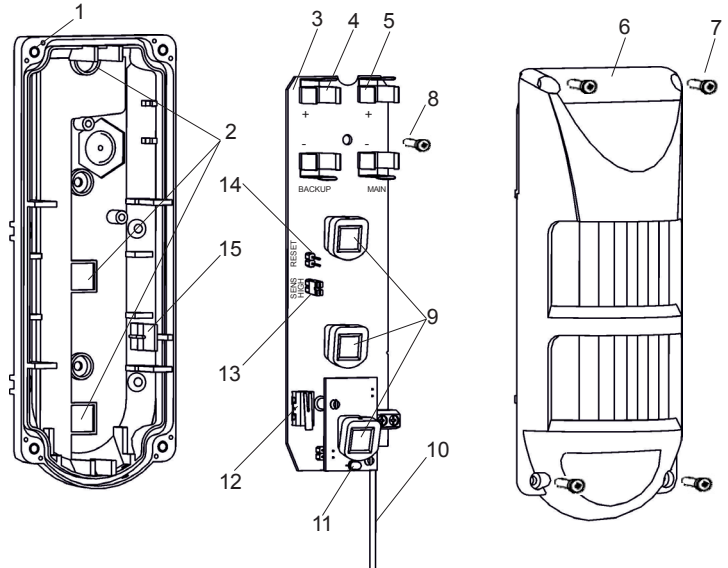

Рисунок 1 — Извещатель
Извещатель (рисунок 1) состоит из основания (1), печатной платы (3) и крышки (6). На печатной плате расположены держатели двух батарей CR123A — основной (5) и резервной (4), три ИК пироприемника (9), антенна (10), входит в комплект поставки, двухцветный световой индикатор (11), датчик вскрытия корпуса (12), переключатель и контакты SENS HIGH (13) и контакты RESET (14). Печатная плата фиксируется на основании защелкой (15) и винтом (8). Крышка (6) крепится к основанию (1) четырьмя винтами (7) с использованием герметизирующей прокладки.